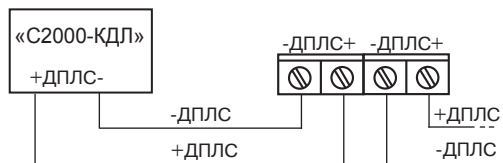

Рисунок 3 – Схема подключения извещателя
6.10 Выполните подключение извещателя к ДПЛС (рисунок 3) в соответствии с инструкцией по эксплуатации контроллера «С2000-КДЛ», закрепите провода винтами и установите крышку на место.